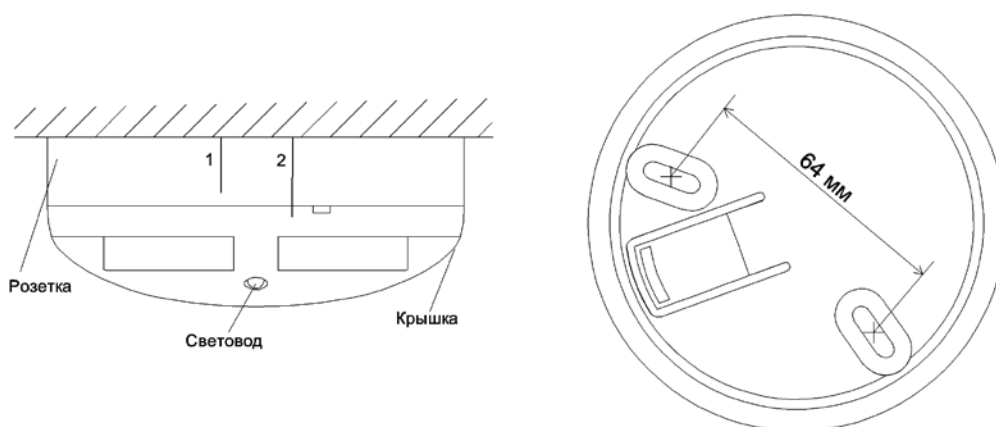

Рисунок 11.6
- При установке извещателя в розетку необходимо совместить риску на корпусе извещателя с «короткой riskой 1» на розетке и повернуть его по часовой стрелке до совмещения с «длинной riskой 2» (см. Рисунок 11.6).